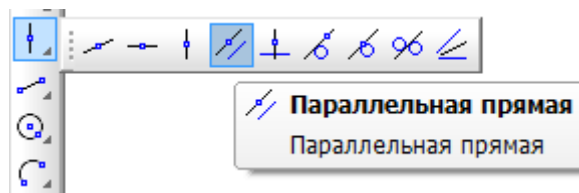

Рис. 5
- найдем центры отверстий с помощью Параллельных прямых **Панели расширенных команд**, раскрывающейся из кнопки **Вспомогательная прямая** (рис. 5);